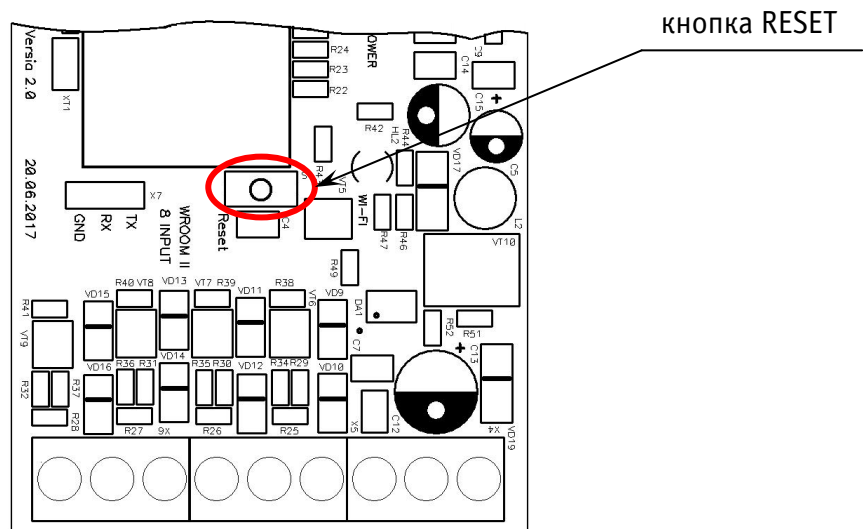

Рисунок 8. Расположение кнопки RESET на плате Устройства.
- не отпуская перемычки (пинцета), нажать кнопку RESET (рис. 8), расположенную на плате Устройства.
- после появления часто мигающей индикации (короткая вспышка раз в 1 с.) светодиода Wi-Fi (4) удалить перемычку (пинцет).